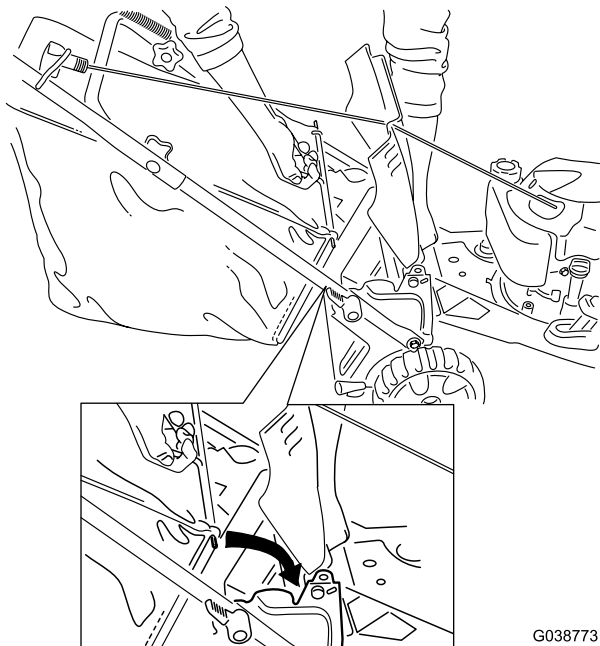

Bild 22
2. Heben Sie die hintere Klappe an und hängen Sie den Fangkorb in die Kerben ein; senken Sie die hintere Klappe dann ab (Bild 22).